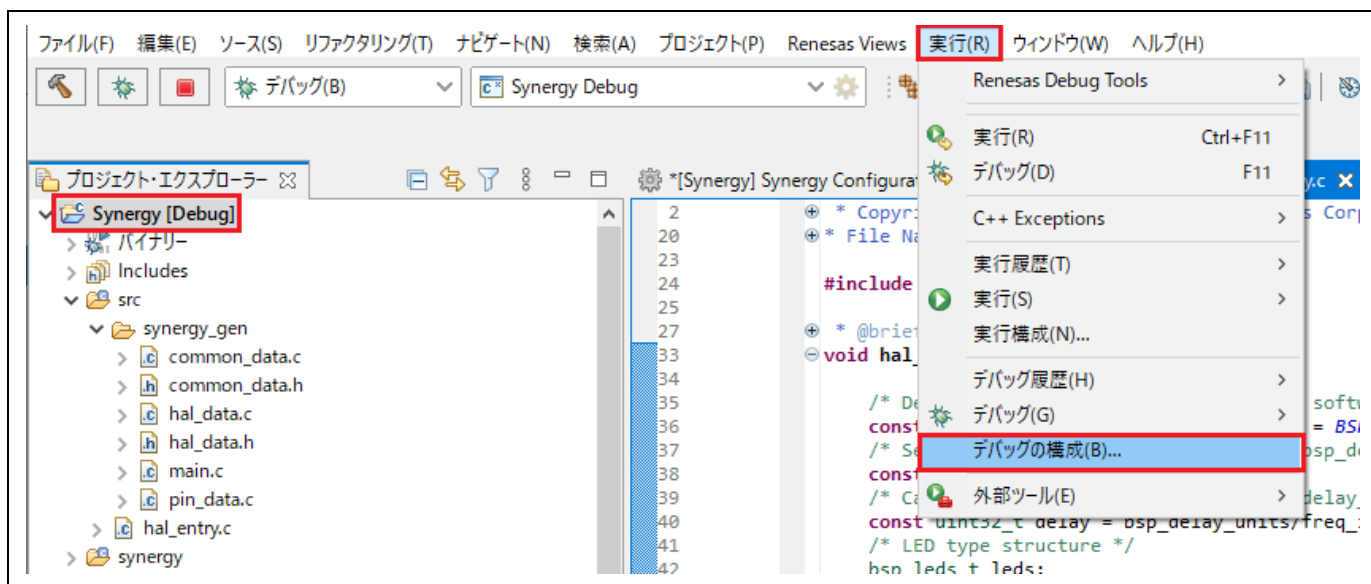

図 5-2 デバッグ - [デバッグ構成] ウィンドウを開く
- (1) [デバッグ構成] ウィンドウを開きます（「図 5-2」参照）。
- (2) [デバッグ構成] ウィンドウの左ペインに表示されたデバッグ構成（例：“Synergy Debug”）を選択し  アイコンをクリック（現在選択している起動構成をコピー）すると、複製されたデバッグ構成（例：“Synergy Debug (1)”）が作成されます。
- (3) デバッグ構成は「5.1 既存デバッグ構成の変更」で説明した方法で設定できます。